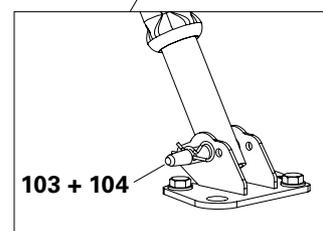

Abb. D6.08b
4. Fußplatte EWB (26) am Untergrund montieren.
5. Richtstütze mit Bolzen (103) und Federstecker (104) an der großen Bohrung der Fußplatte montieren. (Abb. D6.08b)